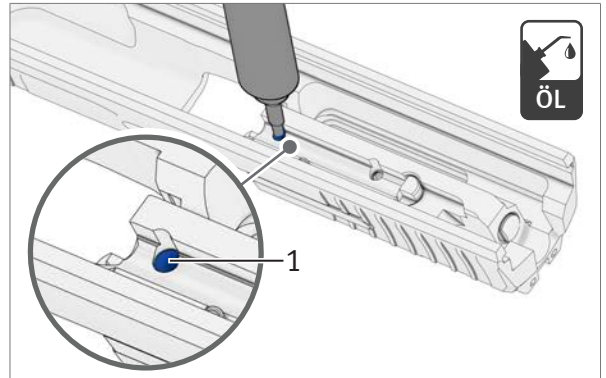

Abb. 65: Reinigungsbohrungen mit Öl spülen
2. Reinigungsbohrung mit Öl spülen bis die Reinigungsbohrung frei von Abdichtungsmittel ist (Abb. 65).